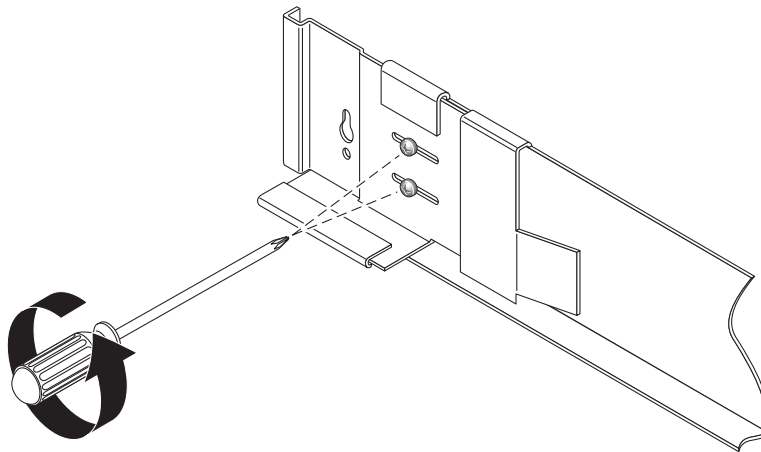

図 2-2 レールの長さを調節するために緩めるレールねじ
1. プラスのねじ回し (Phillips の 2 番) を使用して側面レールのねじを緩め、各レールがもっとも長く伸びた状態になるように調節します (図 2-2)。